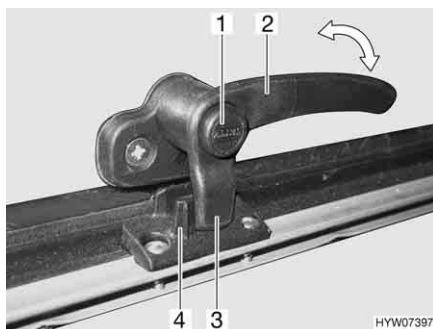
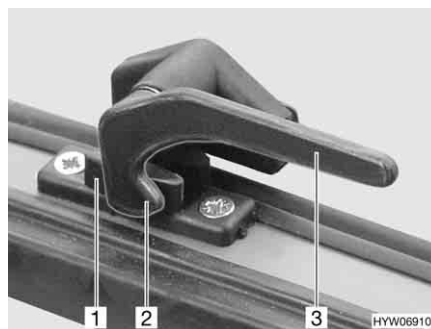

Fig. 79 Leva di serraggio con bottone di sicurezza in posizione "Chiuso"
Fig. 80 Leva di serraggio in posizione "Chiuso"
- Se presente, premere e tenere premuto il bottone di sicurezza (Fig. 79,1).
- Ruotare la leva di serraggio (Fig. 79,2 o Fig. 80,3) di un quarto di giro verso il centro della finestra.
- Ruotare la leva di serraggio (Fig. 79,2 o Fig. 80,3) di un quarto di giro verso il telaio della finestra. Il nasello di chiusura (Fig. 79,3 o Fig. 80,2) della leva di serraggio si trova completamente sul lato interno della chiusura della finestra (Fig. 79,4 o Fig. 80,1).
- In posizione "Completamente chiusa" (Fig. 79 e Fig. 80)